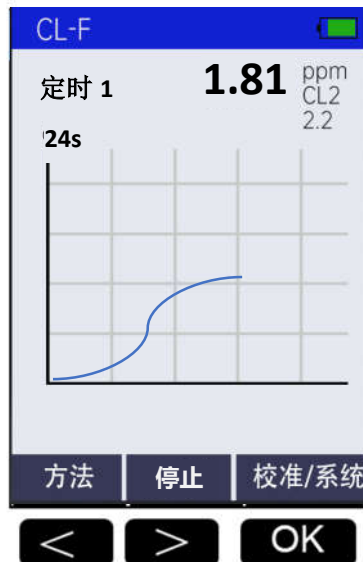

图 9: 浓度时间函数
- 3、将样品瓶放回样品瓶仓中，然后按下计时器按钮“定时 1”。SP-201 将开始测试试剂和水样中测量的物质之间的反应。浓度在图表中显示为时间的函数（图 9）。